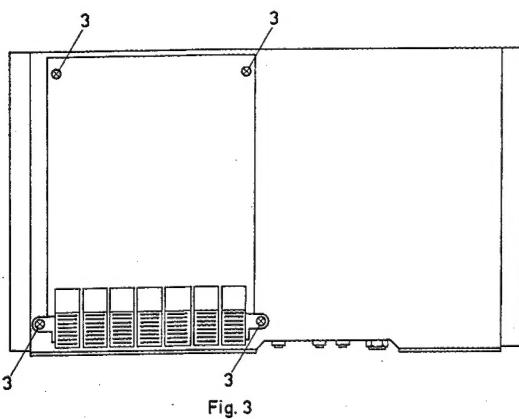
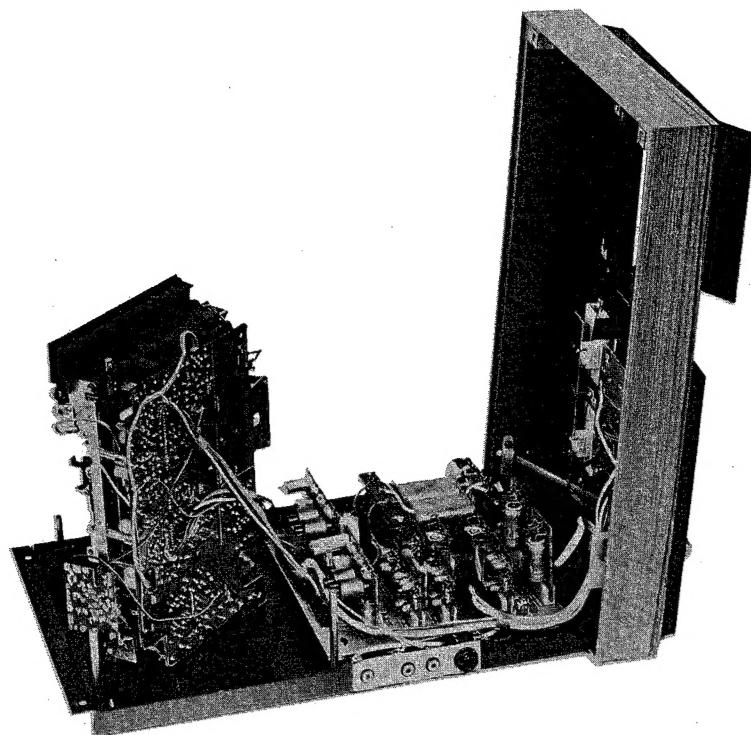

Fig.3
FIG. 5
3. Fatta tag i lädkanten och lyft upp överdelen, som kan ställas på kant delvis under underdelen fästfläns fig. 5.
6. Den mekaniska delen av bandspelaren kan urtagas genom att de fyra skruvarna (3) fig. 3 borttages. Efter detta kan det mek. chassit med sitt kretskort lyftas upp och sättas ned på kant på apparatens bottenplåt. Apparaten är körlar även i detta läge, varför mätningar och dylikt kan företagas om alla kretskorten finns på sina platser. (Serviceläge se fig 5).